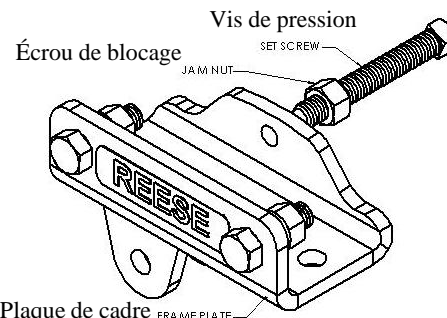

Figure 13
1. Avec les brides en C toujours en place, marquer au pointeau dans le cadre le centre de deux (2) trous pour chaque support.
2. Percer deux (2) trous 17/32 po dans chaque côté du cadre où les trous ont été marqués. L'utilisation d'un foret à centrer ou d'un petit trou pilote peut s'avérer très utile avant le perçage final.
3. Poser deux (2) boulons ½-13 x 1 ½ po avec leurs rondelles freins ½ po et leurs écrous ½ po (articles 5, 6 et 7), figure 13.
4. Enfiler les écrous hex. ½-13 sur les boulons à tête carrée ½-13 X 3 ½" et les poser dans les supports de cadre comme illustré à la figure 13.